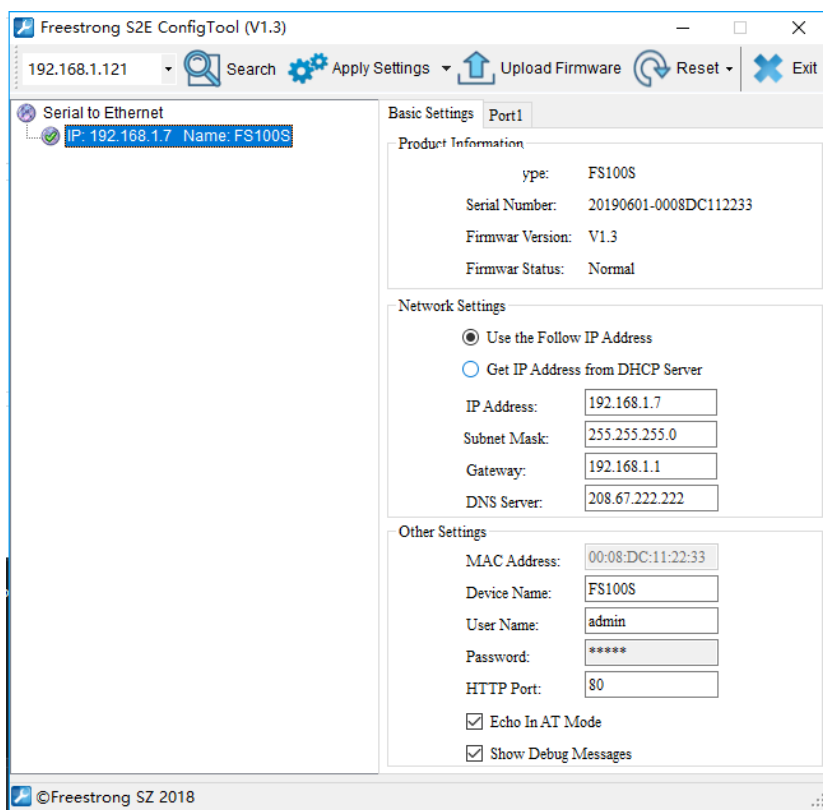

图 4-1 Freestrong S2E ConfigTool 运行界面
- 2、运行Freestrong S2E ConfigTool，出现图 4-1所示界面。